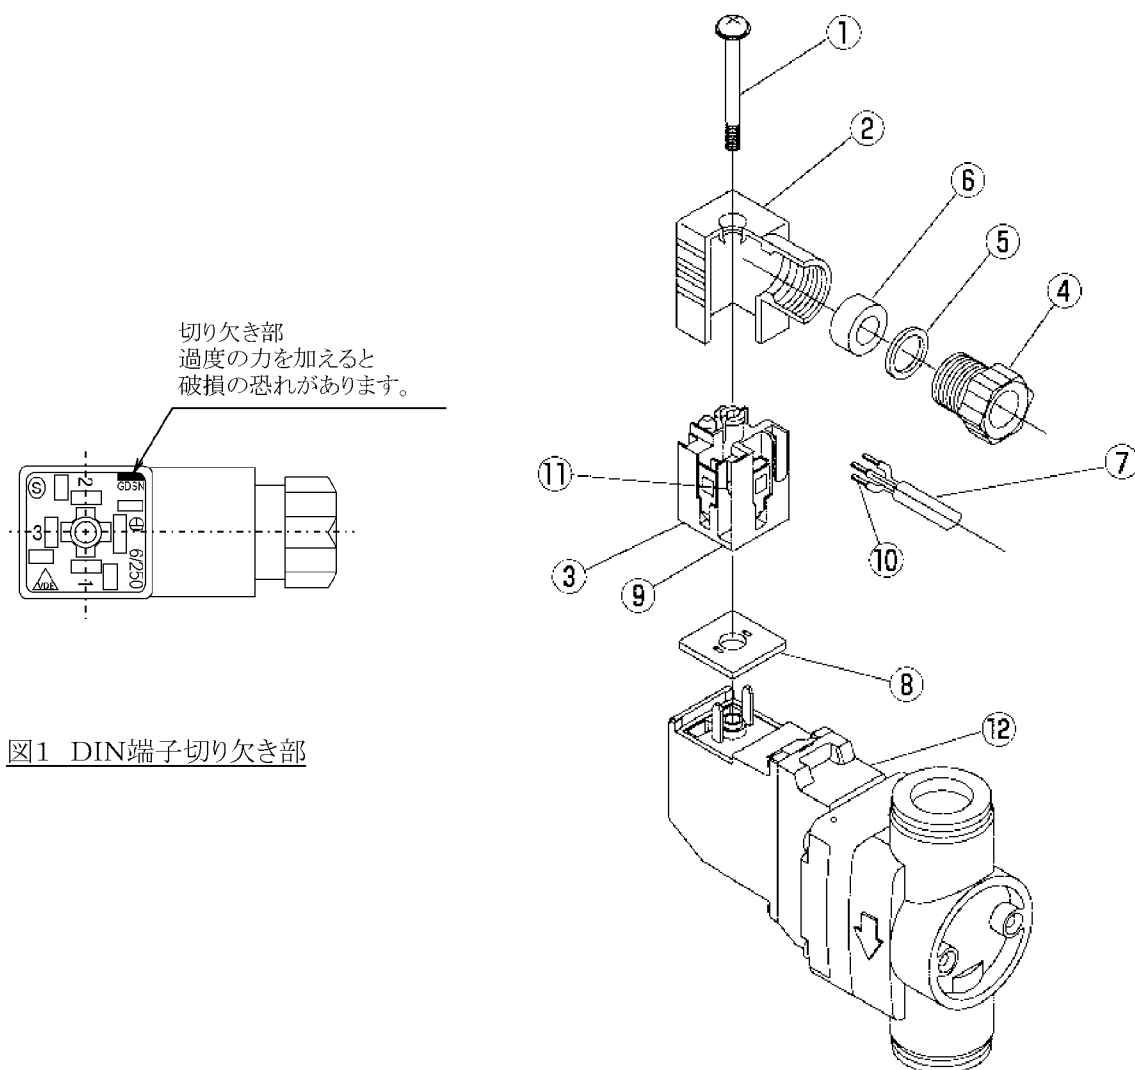

図1 DIN端子切り欠き部
端子台③の底の部分に切り欠き部⑨(GDSNマーク横)が有りハウジング②と端子台③の隙間に小形マイナスインスライバを差込みこじると、カバー②から、端子台③が外れます(図1参照)。